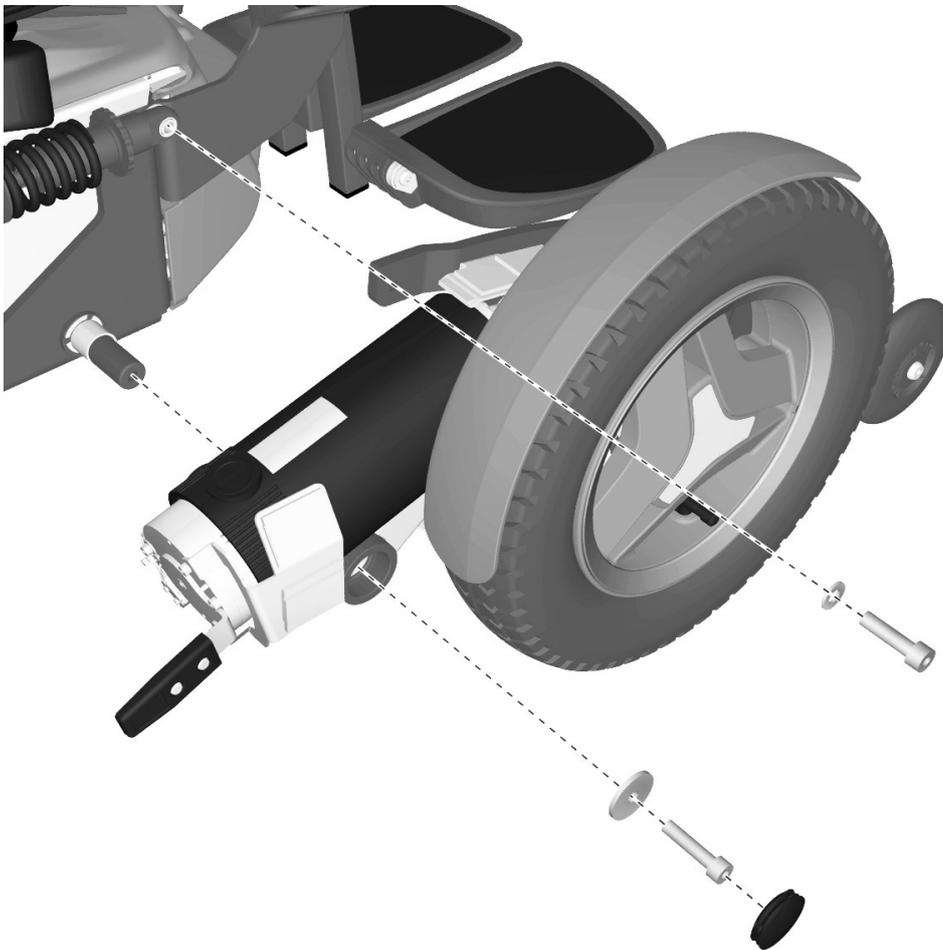

Abbildung 39. Einbau/Demontage des vorderen Tragarms
7. Abdeckung (4) vom Tragarm demontieren (siehe Abbildung). Siehe Abbildung. 39
8. Stoßdämpfer vom Tragarm demontieren. Er ist mit einer Schraube (5) und Unterlegscheibe befestigt. Siehe Abbildung. 39.
9. Tragarm (1) demontieren. Dieser ist mit Schraube (3) und Unterlegscheibe (2) befestigt. Siehe Abbildung. 39.